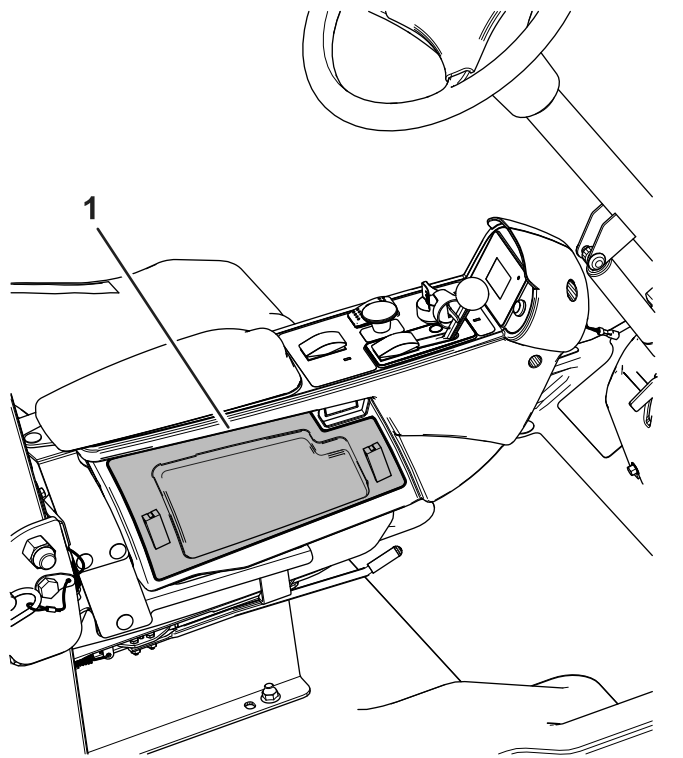

Bild 4
6. Drehen Sie die Verriegelungen und entfernen Sie die Seitenabdeckung an der Armlehne (Bild 4).